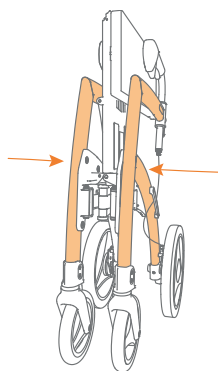

Figure 20: Poussez le cadre avant vers l'intérieur.
- Poussez les côtés du cadre l'un vers l'autre jusqu'à ce que le rollator soit complètement replié (**Figure 20**).